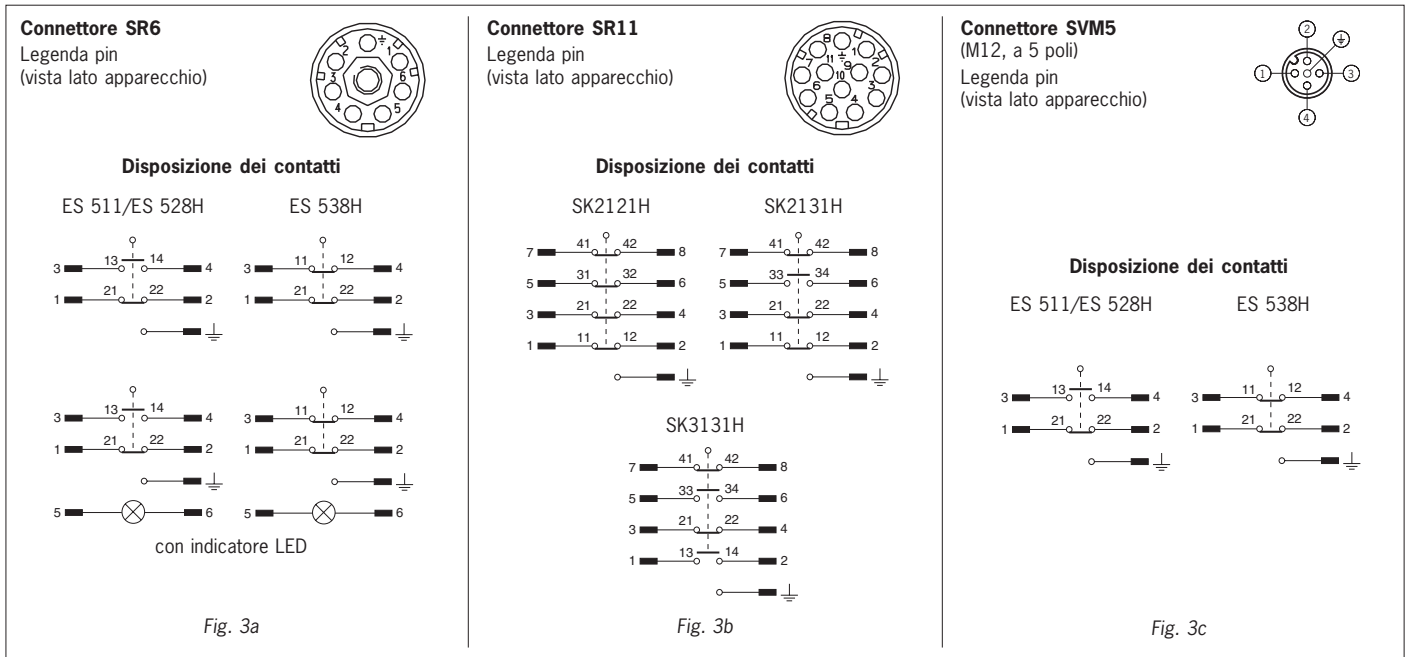

Fig. 3: Posizione dei connettori
- ▶ Cablaggio dei contatti: vedere fig. 3.